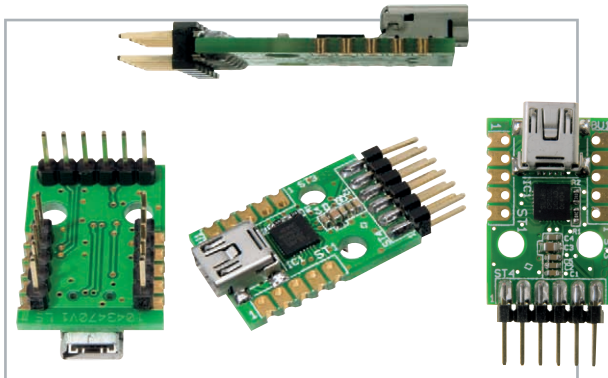
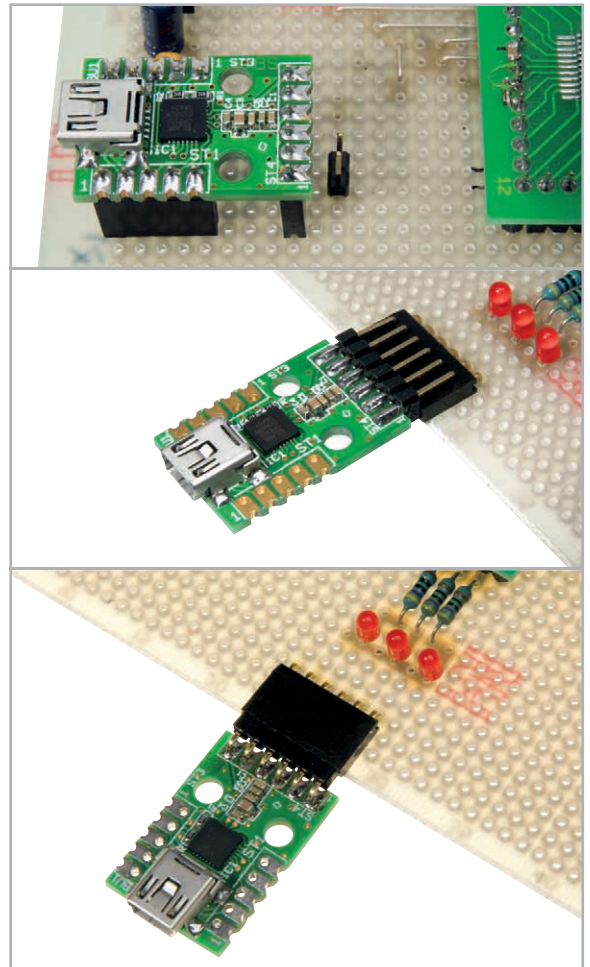

Bild 6: Das Modul kann je nach Bedarf mit Stiftleisten bestückt werden.
Bild 7: Das UM 2102 lässt sich in die eigene Applikation sehr flexibel einbinden bzw. an diese anschließen
- Die Kontakte des Moduls sind im 2,54-mm-Raster angeordnet und die Bohrungen nehmen ein- oder zweireihige Stift- oder Buchsenleisten auf, wie es in Abbildung 6 zu sehen ist. In dieser Variante kann das Modul flexibel eingesetzt werden, indem es je nach Bedarf in die eigenen Schaltungen gesteckt wird. Abbildung 7 zeigt nur einige dieser Möglichkeiten, auch bei solchen Anwendungen wie in Abbildung 2 kann man das Modul sehr einfach direkt im Gerät unterbringen. In der Entwicklungsphase ist diese Art der Anbindung vorteilhaft, da das Modul bei einem Defekt der Applikations-Leiterplatte problemlos wieder entfernt werden kann.